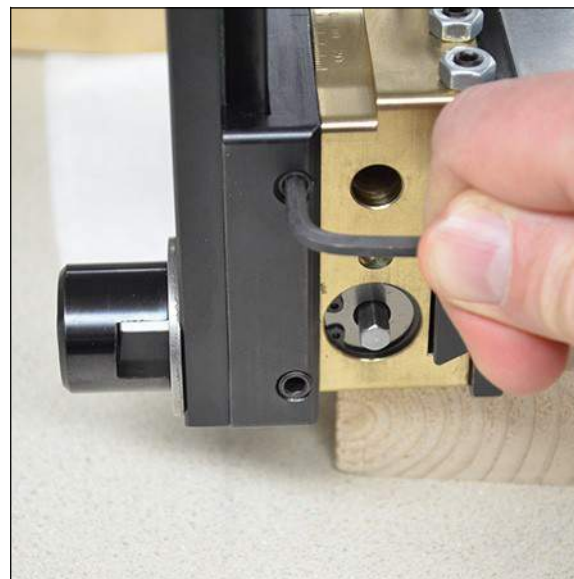

Рис. 3-29. ПОДТЯГИВАНИЕ УСТАНОВОЧНЫХ ВИНТОВ РАЗБЛОКИРОВКИ ПОВОРОТА
2. Шестигранным ключом 4 мм подтяните два установочных винта разблокировки поворота на стороне инструмента, противоположной винту зажима (см. рис. 3-29) вплоть до момента, когда вы почувствуете, что внутренние штифты поддаются.